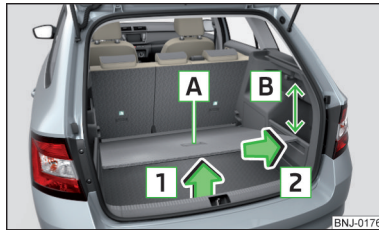

Abb. 120
- › Den variablen Ladeboden am Griff **A** in Pfeilrichtung **1** anheben, sodass sich dessen hinterer Bereich etwa 15 cm **B** unterhalb der Kante der aufrollbaren Abdeckung befindet » Abb. 120.
- › Den variablen Ladeboden am Griff **A** » Abb. 120 fassen.
Beim Herausnehmen/Einsetzen des variablen Ladebodens ist der Abstand von 15 cm **B** » Abb. 120 unterhalb der Kante der aufrollbaren Abdeckung einzuhalten - anderenfalls besteht die Gefahr einer Beschädigung der Gepäckraumklappendichtung.